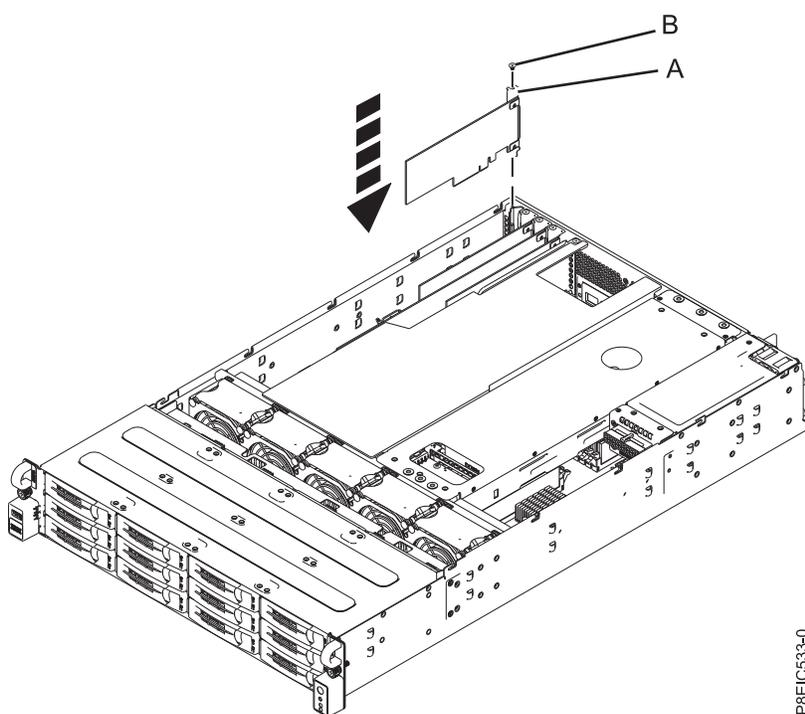

Figure 47. Installation de la carte PCIe3 extra-plate 6 Gbits SAS/SATA RAID (FC EC3Y - PMC 71605E ) (A) et de la vis (B) dans le système
- b. Insérez la carte RAID (A) dans l'emplacement d'adaptateur du fond de panier système PCIe en alignant la carte correctement et en l'insérant entièrement dans l'emplacement.
- c. Insérez la vis de fixation (B) et serrez-la pour fixer la carte RAID dans le système, comme illustré dans la figure 47.